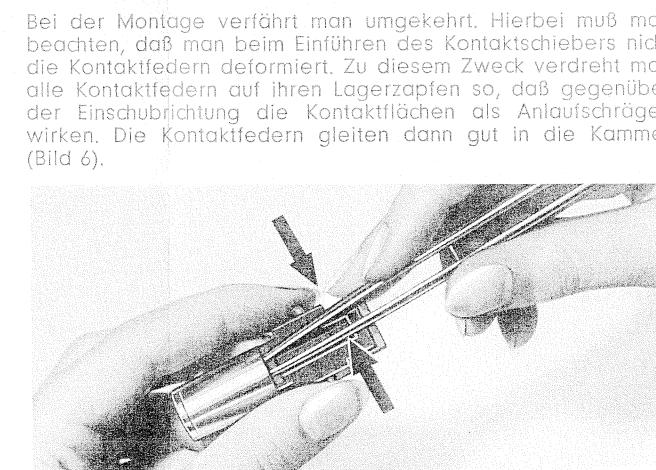

Bild 7
Soll aus Reparaturgründen der Tastenknopf gewechselt werden, so verfahren man nach Abbildung ①, ③ und ④. Um den Knopf vom Führungsstiel zu trennen, drücke man mit Hilfe einer Pinzette die beiden Rastnasen der Tastenführung leicht zusammen (Bild 7). (Dies gilt nicht für die Austaste, da Knopf und Führungsstiel fest miteinander verbunden sind.)